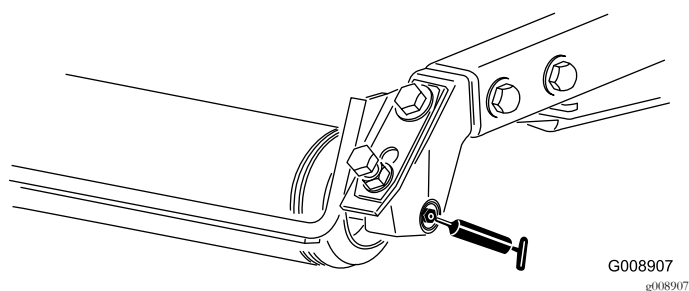

Figure 38
- Roulements de rouleau arrière (2 par plateau de coupe)—Figure 38